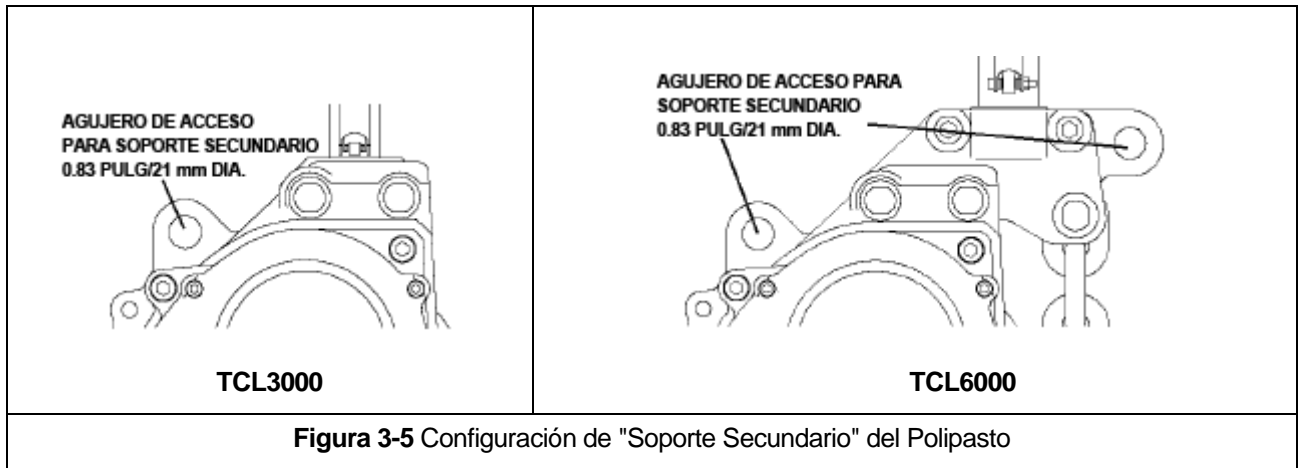

Figura 3-5 Configuración de "Soporte Secundario" del Polipasto
- 3.8.1 Para aplicaciones que requieren un "Soporte secundario", se ha proporcionado una ubicación de fijación de soporte en el yugo de polipasto del gancho superior / Cuerpo del Polipasto. Referencia Figura 3-5.